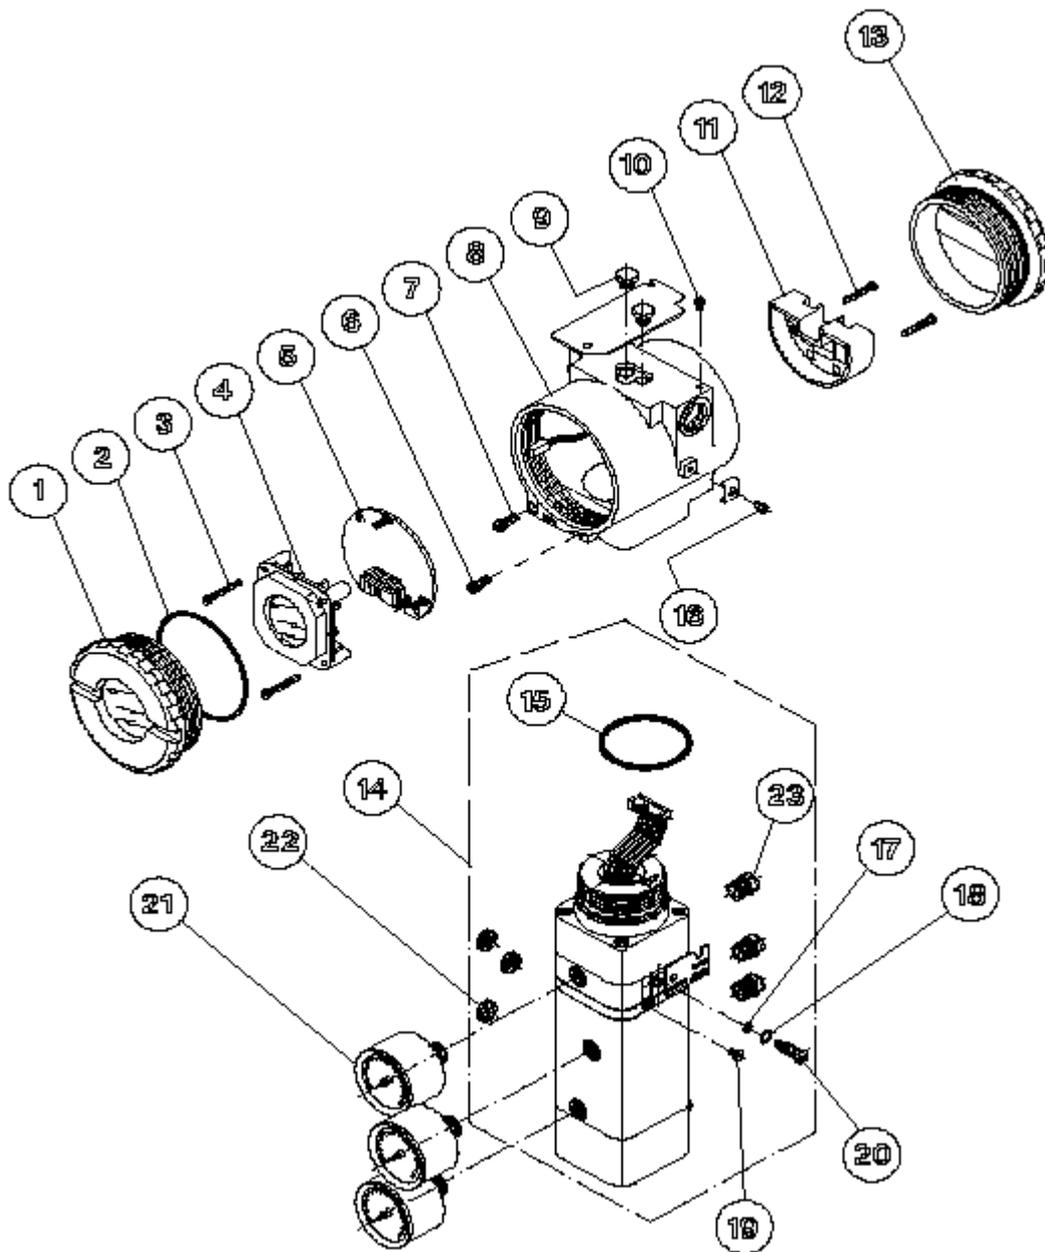

Fig. 7.2 – Vista esplosa SP301
La fig. 7.2 rappresenta la vista esplosa del posizionatore.
Allentare la vite esagonale (6) di fig. 7.2 e svitare con cura la custodia evitando di attorcigliare il cavo piatto.